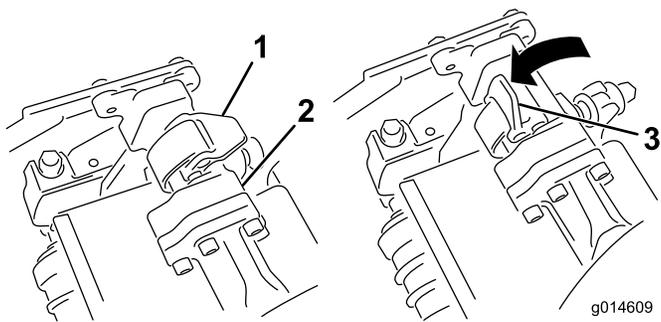

図 35
4. サスペンション・アームのバーについているラッチを上向き（開いた状態）にして（図 35）、サスペンション・アームを押し下げて、バーを、カッティングユニットのバーの上に被せるようにする（図 36）。
5. ラッチを下げるとカuttingユニットのバーがロックされてユニットがアームにセットされる (図 35)。
5. 取り外したいカッティングユニットのサスペンション・アームのバーについているラッチを開く (図 35)。